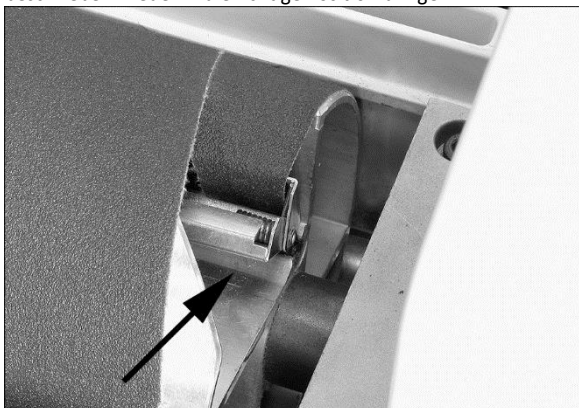

Abb. 6-9
9. Den inneren Aufwickelhebel (Abb. 6-9) drücken und das hintere Bandende so weit wie möglich einführen. Falls nötig das abgeschrägte Ende des Schleifbands abschneiden.